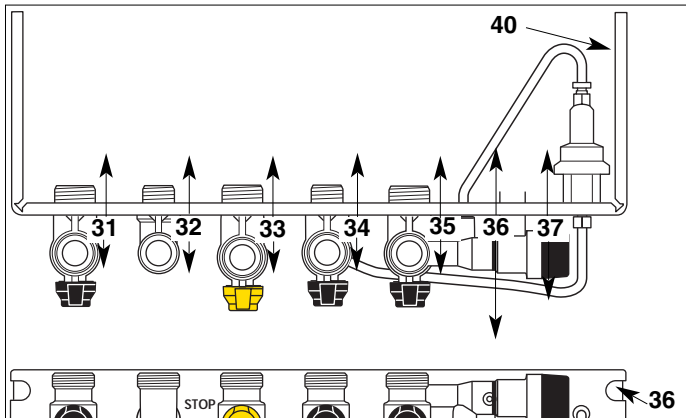

Fig. 22 - vues de dessus et de face
## Barrette robinetterie (Fig. 22)
3. Ouvrez l'arrivée du gaz en tournant le robinet gaz "33" (Fig. 22, page 20), sur la position «  ».
- Coupez l'arrivée du gaz en tournant le robinet "33" (Fig. 22, page 20), sur la position «STOP».